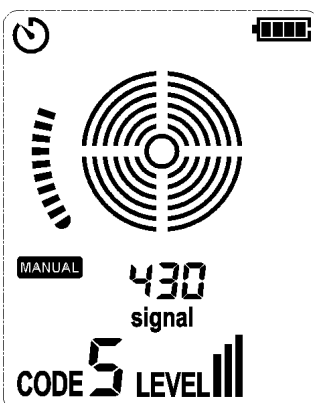

Abbildung 7.1.4b Signal erkannt
2. Verwenden Sie den Sensor, um das Ziel zur Feststellung des maximalen Signalpegels zu scannen. Während des Kabel-Trackings stellen Sie bitte die Empfindlichkeit regelmäßig so ein, dass die Signalstärke in einem bestimmten Bereich bleibt (z.B. 300~600), wie in Abbildung 7.1.4b dargestellt. Die Empfindlichkeit kann durch Drücken der Taste AUF oder AB erhöht oder verringert werden. Wenn die Signalstärke zu hoch ist, stellen Sie bitte den Sendepiegel auf II oder I ein (für besondere Einstellungen siehe „6.1 UT25CL-T Einstellung“)